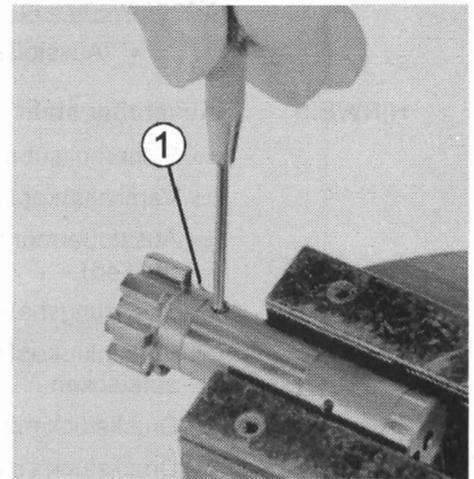

Bild 48 Auszieher und/oder Auszieherfeder wechseln
- ⇒ Verschlusskopf so einspannen, daß der Auszieher (48/1) an den Verschlusskopf angedrückt wird (Bild 48).